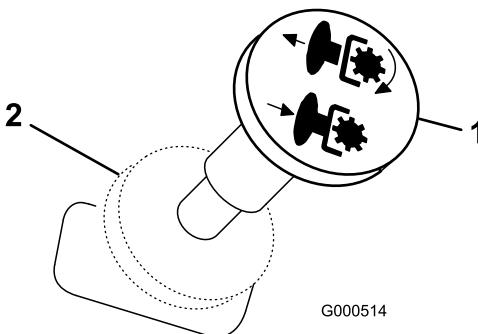

Bild 7
2. Kuppeln Sie die Messer aus, indem Sie den Zapfwellenantriebshebel in die Aus-Stellung stellen (Bild 7).
- Kuppeln Sie die Messer aus, indem Sie den Zapfwellenantriebsschalter in die Aus-Stellung stellen (Bild 7).